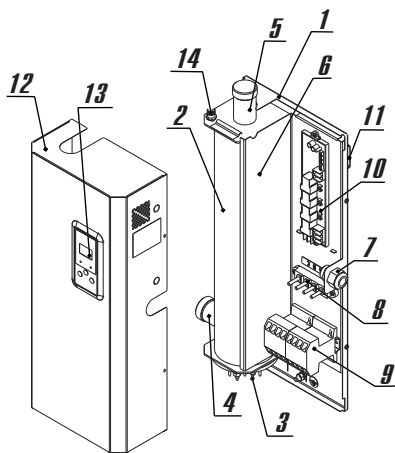
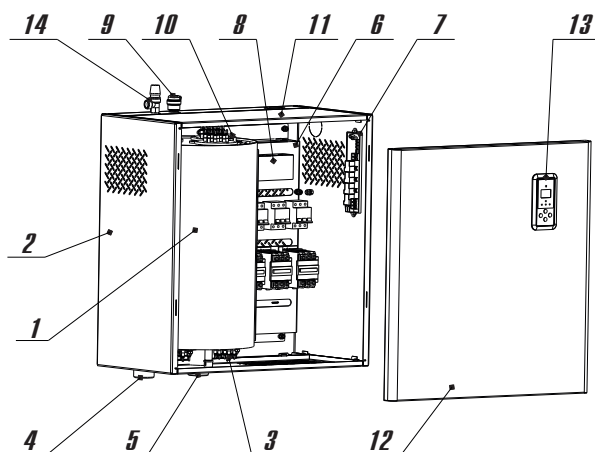

Рисунок 1
Рисунок 1.2
- водонагреватель следует закрепить на стене шурупами через отверстия в кронштейнах на его задней стенке (**рисунок 1**), обеспечив необходимые для обслуживания расстояния до боковых стен и расстояние до пола не менее 550 мм для замены ТЭНБ;
- на моделях **ЭВН-К-4,5ЭЗ КОМФОРТ, ЭВН-К-6ЭЗ КОМФОРТ, ЭВН-К-9ЭЗ КОМФОРТ, ЭВН-К-12ЭЗ КОМФОРТ, ЭВН-К-15Э2 КОМФОРТ, ЭВН-К-18Э2 КОМФОРТ, ЭВН-К-24Э2 КОМФОРТ, ЭВН-К-30Э2 КОМФОРТ, ЭВН-К-36Э2 КОМФОРТ, ЭВН-К-42Э2 КОМФОРТ, ЭВН-К-48Э2 КОМФОРТ** снять кожух (12), как показано на **рисунках 1 и 1.1**, предварительно отвернув винты саморезы. Отключить провод с электронной панели управления от коммутационной платы (10), после подключения ЭВН-К к сети собрать в обратной последовательности;
- на моделях **ЭВН-К-60ЭЗ КОМФОРТ, ЭВН-К-72ЭЗ КОМФОРТ, ЭВН-К-84ЭЗ КОМФОРТ, ЭВН-К-96ЭЗ КОМФОРТ, ЭВН-К-144ЭЗ КОМФОРТ** снять съемную крышку (12) котла (**рисунок 1.2**). Для этого плавно приподнять крышку вверх на 4 см, затем потянуть на себя для того, чтобы зацепы крышки вышли из пазов каркаса. Отключить провод с электронной панели управления от коммутационной платы (7), после подключения ЭВН-К к сети собрать в обратной последовательности;